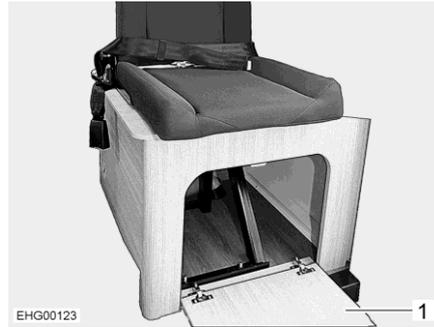

Bild 24 Truhengestell (geöffnet)
- Klappe (Bild 24,1) am Truhengestell nach unten klappen.